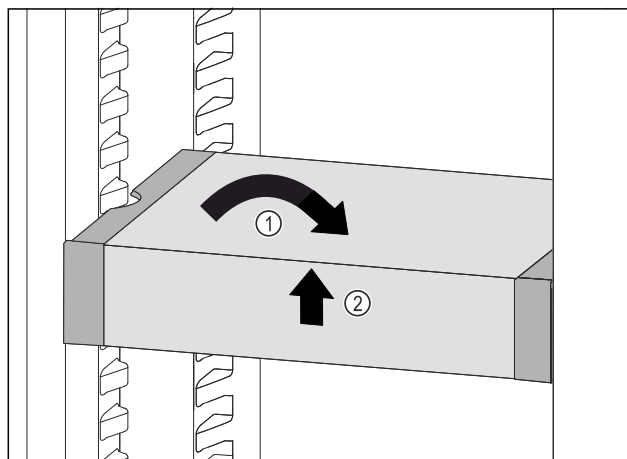

Fig. 107
- VarioSafe postavte rovno. Fig. 107 (1)
- VarioSafe nadvihnite vpred. Fig. 107 (2)